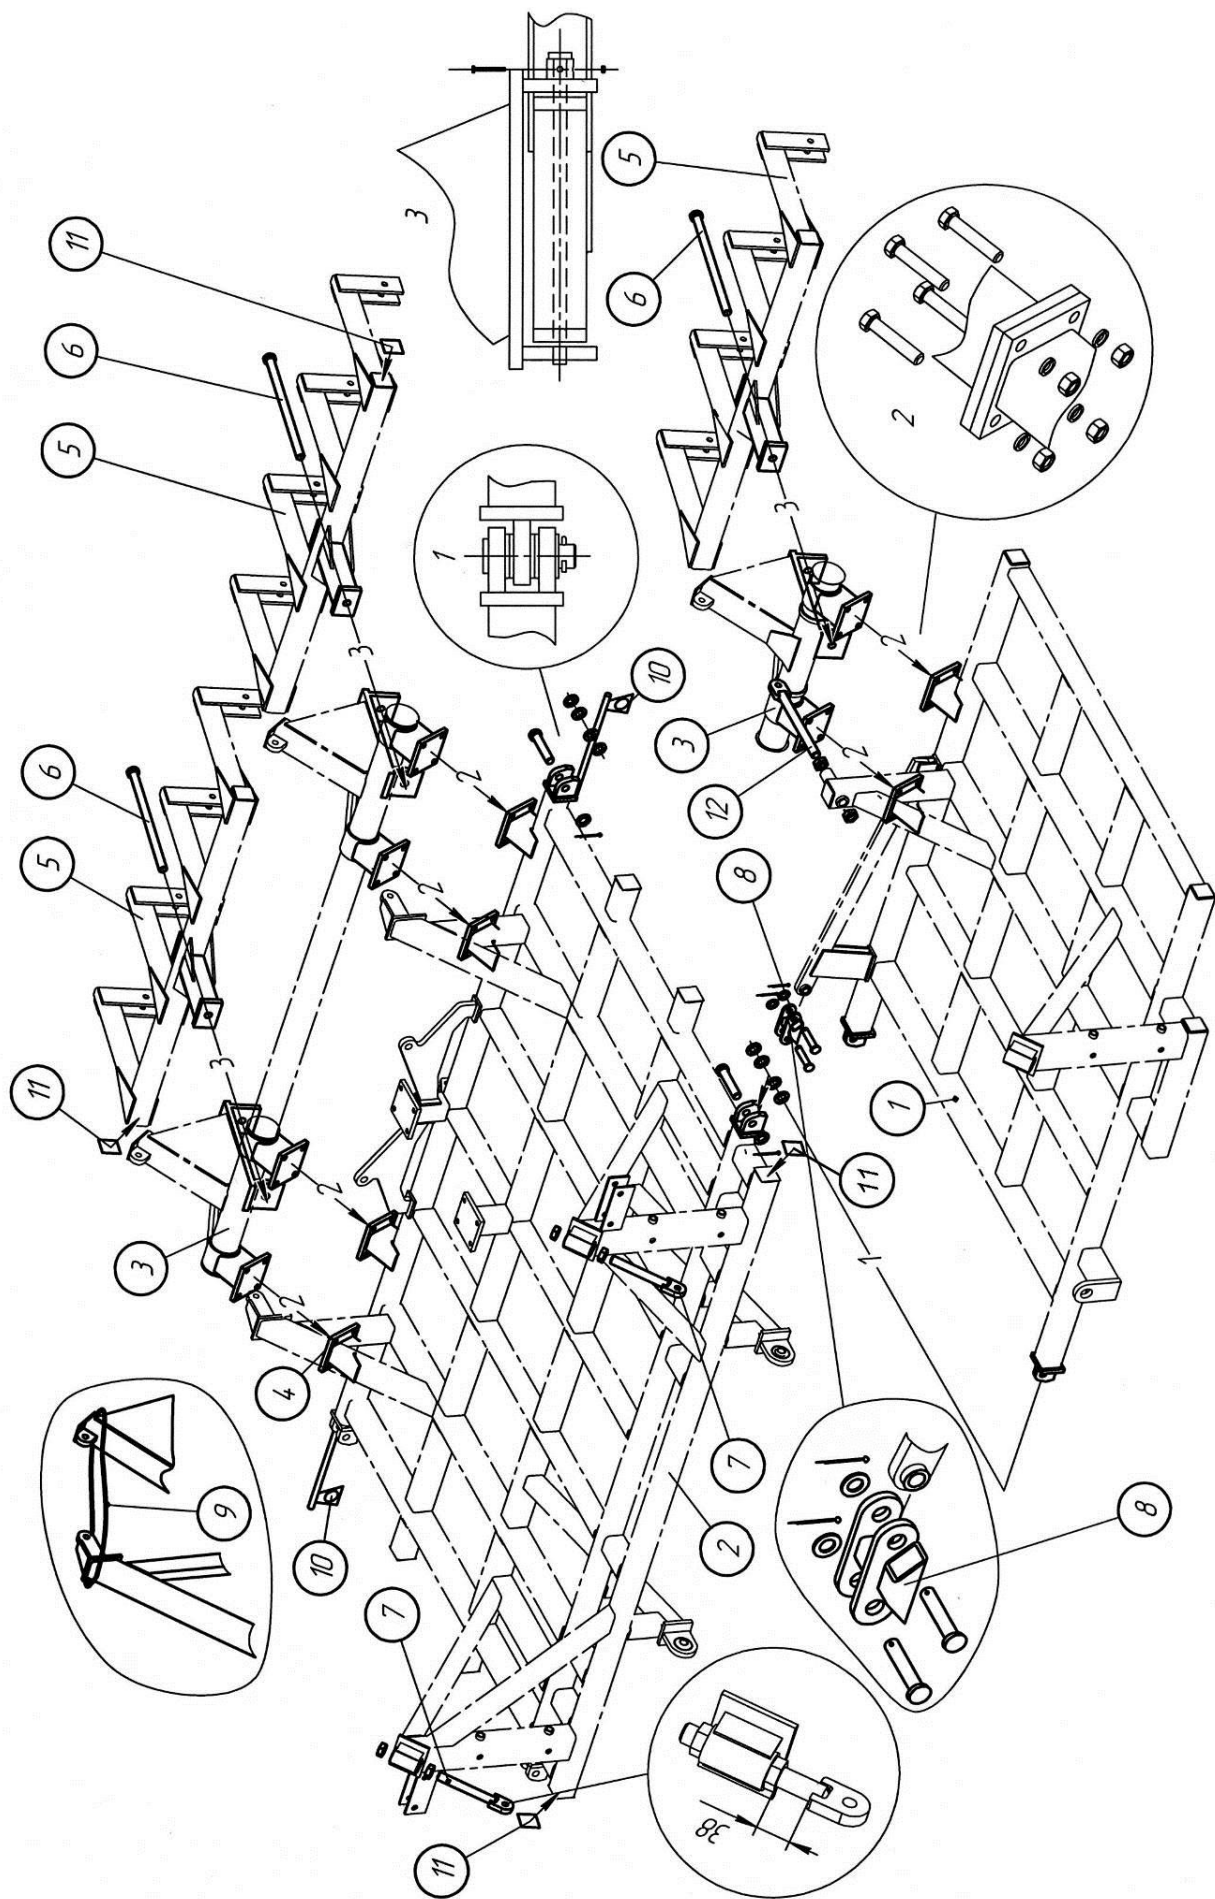

Рис. 4.1.1. Сборка рам, узлы качающихся валов и подвески прикатывающих колес ПК-8,5; ПК-9,7
4.1.1. Установите главную раму 2 на опоры высотой примерно 750 мм (см. рис. 4.1.1, 4.1.2, 4.1.3). Установите кронштейны со световозвращателями 10, задвиньте до упора и зафиксируйте стопорным болтом.
4.1.2. Соедините левую и правую боковые рамы ("крылья") 1 с главной рамой, установите пальцы диаметром 32 мм (4 шт.), шайбы (20 шт.) и шпильки 6 x 50 (4 шт.) Между проушинами рам (выноска 1) установите по две (три) шайбы с каждой стороны. На рис. 4.1.1, 4.1.2, 4.1.3 правое крыло не показано.
4.1.4. Совместив установочные пластины 4, закрепите узлы качающихся валов 3 на главной раме и крыльях болтами М20х65 пружинными шайбами и гайками М20 в соответствии с рис. 4.1.1,4.1.2 и 4.1.3.
4.1.6. При использовании ПК "Кузбасс" с металлическими спиральными шлейф-катками установите тележки на узлы качающихся валов, установив пальцы (Ø32х600) и закрепив их болтами М10х65 и гайками М10, подложив шайбы пружинные (рис.7.1.1 поз.21, рис.7.1.2 поз.20). В процессе сборки узлы качающихся валов можно зафиксировать в нужном положении с помощью цепей 9 (рис.4.1.1-4.1.3).
4.1.8. Закрепите овальные кулисы 8 на кронштейнах рамы (рис.4.1.1, 4.1.2) с помощью пальцев 32х110 и шплинтов. Кулисы должны быть установлены наваренными выступами внутрь рамы (при поднятых крыльях эти выступы должны лежать на вертикальных упорах главной рамы).